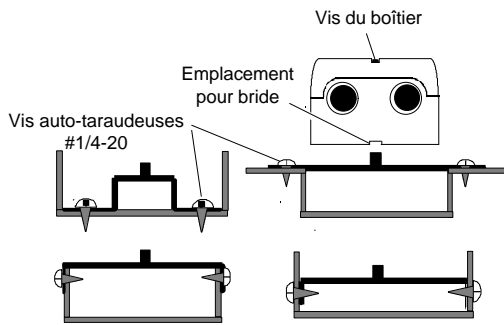

Figure 7 : positions de la bride de montage pour diverses options du canal du registre.
1. Courbez la bride afin de l'adapter au cadre du registre ou à la gaine comme illustré à la figure 7. Fixez la bride de montage à l'aide des deux vis auto-taraudeuses N° 1/4-20.